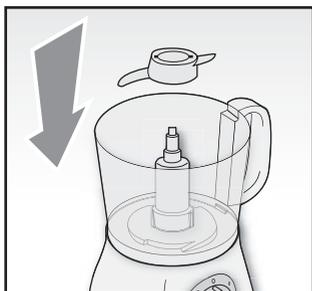

Fig. 5a
Montare la lama per impastare (F) sul supporto lama (D). Le fessure presenti al centro della lama devono essere rivolte verso l'alto e coincidere con le tacche presenti sul supporto lama. Premere la lama sul supporto lama (Fig. 5a).